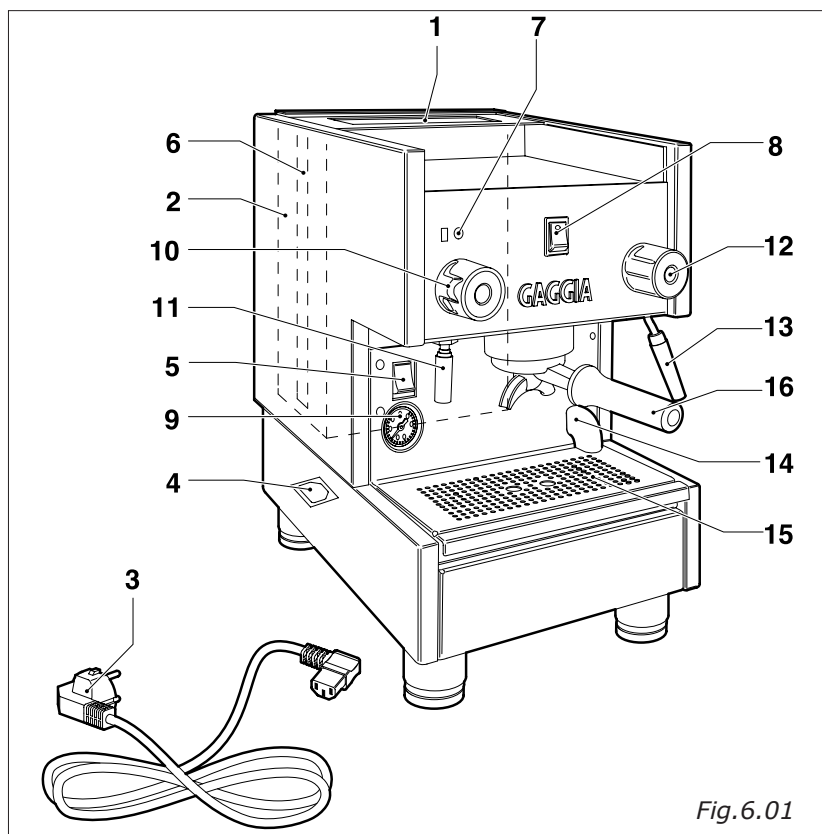

Fig. 6.01
- L'autolivello si metterà in funzione, contemporaneamente alla spia relativa (Fig. 6.01-pos. 8), affinché l'acqua arrivi a raggiungere il livello normale nella caldaia. Questa operazione, solo nel primo caricamento, può impiegare un tempo abbastanza lungo e determinare il blocco della macchina; nel caso spegnerla e riaccenderla agendo sull'interruttore generale (Fig. 6.01-pos. 5).
- Attendere quindi che la macchina raggiunga la pressione d'esercizio "1,2 - 1,3 BAR" controllando sul manometro (Fig. 6.01-pos. 9) la pressione caldaia.
- Disporre una o due tazze sotto il portafiltro (Fig.6.07), posizionare l'interruttore caffè (Fig. 6.01-pos.8) su "1" il caffè inizierà ad uscire.